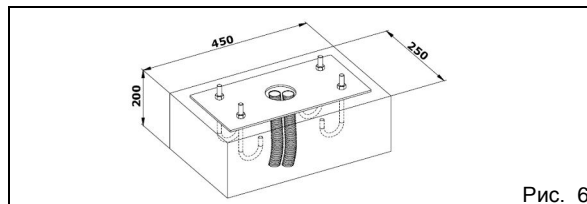

Рис. 6
- Фундаментное основание выполнить согласно рис. 6 (для глинистых грунтов).
- Замуровать плиту в фундамент (см. рис. 6), предварительно установив один или несколько коробов для прокладки электрических кабелей.